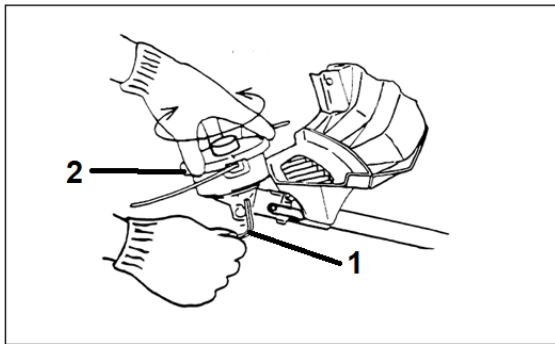

Рисунок 7. Схема встановлення різальної головки із жилкою.
5.1.2.4 Встановлення різальної головки із жилкою (рис. 7).